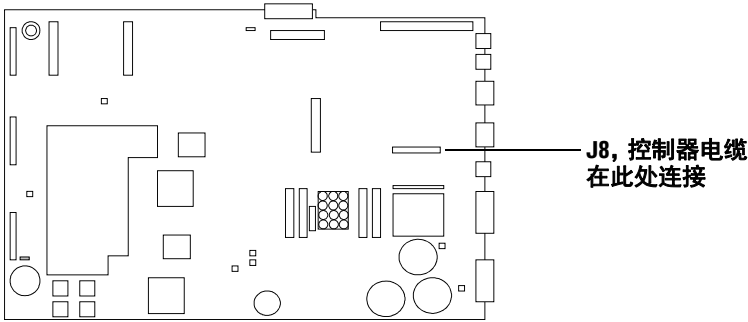

图 36 GC 主电路板
- 9 将控制器 PCB 电缆（部件号 G2612-60510）连接到 J8 上的主电路板和 P5 上的 ALS 接口板。让电缆经过主电路板上的缺口（图 34 和图 36）。